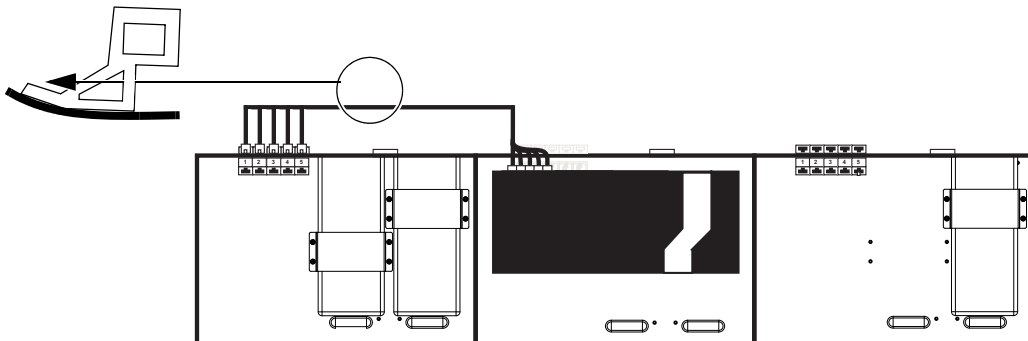

Figure 18. Connexion du premier jeu de câbles aux ports Ethernet terminaux du premier châssis (le plus à gauche)
- 3 Faites passer le jeu de câbles à travers les guides câbles triangulaires (inférieurs) des supports des panneaux arrière jusqu'au bac le plus éloigné (le plus à droite ou à gauche), comme représenté sur la Figure 18 (pour les systèmes comprenant plus de trois bacs, reportez-vous à la section « Installation des jeux de câbles pour grandes configurations » à la page 47).